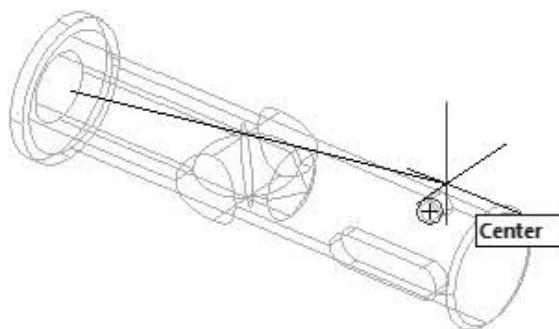

Рис. 12.47. Выбор третьей точки на пробке
7. Укажите третью точку с привязкой Центр (Center) — центр окружности основания отверстия под винт (рис. 12.47):